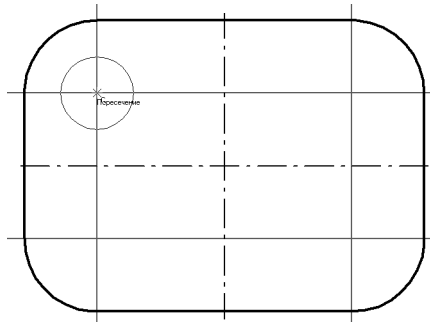

Рис. 15.8. Построение окружности
- 3.5. Постройте левую верхнюю окружность радиусом 10 мм (рис. 15.8).